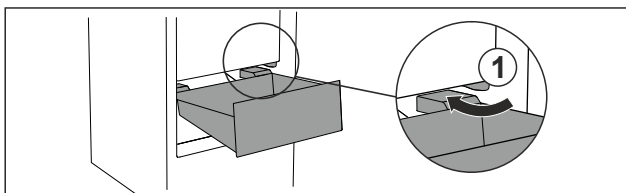

Fig. 137
- Guider le tiroir en biais en contournant les butées Fig. 137 (1).